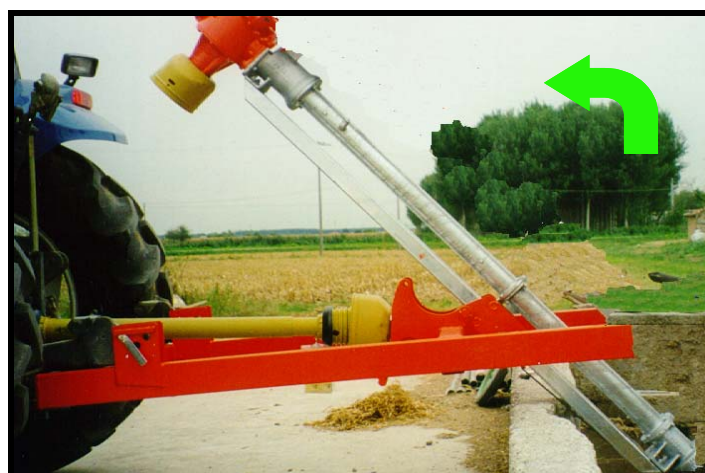

fig. 13
- avanzare con il trattore in modo che la pompa, da un lato si adagi sul carrello e dall'altro sul bordo del muretto fig.13;